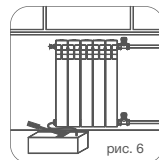

рис. 6
- 8.6. Гидростатическое давление в системе отопления не должно превышать значения, указанного в паспорте (рис. 6). По факту превышения давления в системе отопления необходимо немедленно обратиться к производителю.